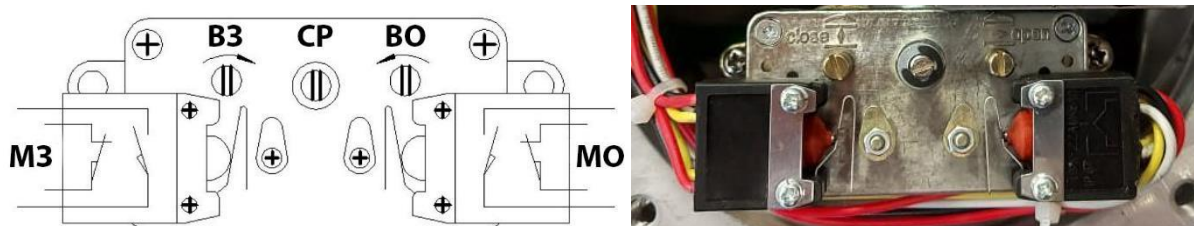

Рисунок 4. Блок конечных выключателей
2) Перевести счетчик в сервисный режим, нажав и повернув по часовой стрелке винт сервисного режима (СР). Винт (СР) должен остаться в нажатом положении (рис.4). В случае, если кулачок зажимает контакт микровыключателя положения закрыто (МЗ),
2) Перевести счетчик в сервисный режим, нажав и повернув по часовой стрелке винт сервисного режима СР. Винт (СР) должен остаться в нажатом положении (рис.4). В случае, если кулачок зажимает контакт микровыключателя положения открыто (МО), необходимо вращать настроечный винт (ВО) в направлении, противоположенном стрелке на блоке выключателей, до тех пор, когда кулачок переместиться и отождмет контакт микровыключателя (МО).